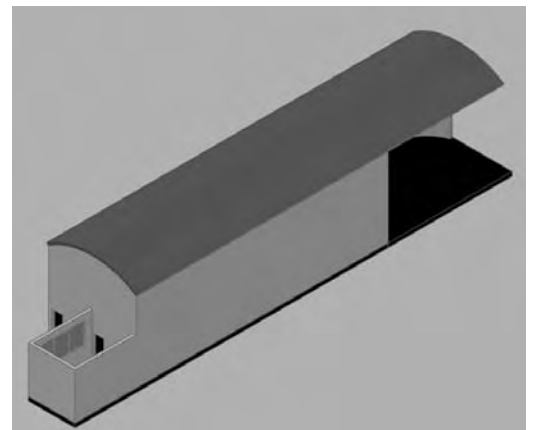

Fig.20.19
- 9 Entrez une épaisseur (fig.20.19).